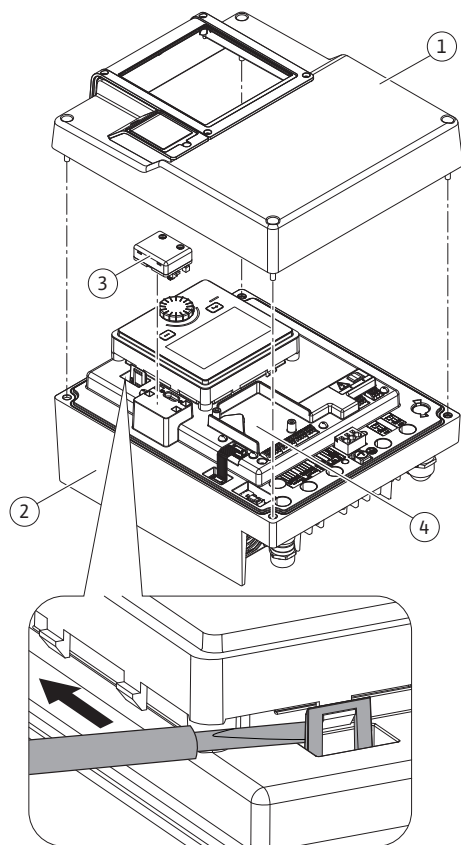
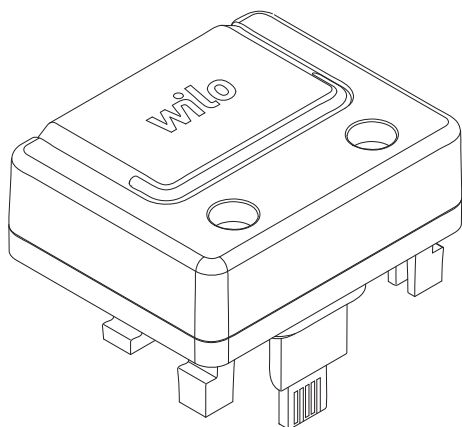

Fig. 30: Elektronikas modulis
Fig. 31: Wilo-Smart Connect modulis BT
1. Fiksācijas āķus (Fig. 30) uzmanīgi atveriet ar instrumentu (piem., skrūvgriezi).
Wilo-Smart Connect moduļa BT Bluetooth saskarne (Fig. 30, 3. poz. un Fig. 31) paredzēta savienojuma izveidei ar mobilajām galiekārtām, piemēram, ar viedtālruni vai planšeti. Lietotnē Wilo-Assistant ir pieejama funkcija Wilo-Smart Connect. Izmantojot funkciju Wilo-Smart Connect, sūkni var vadīt, iestatīt, kā arī nolasīt tā datus. Iestatījumus skatīt nodaļā „Ekspluatācijas uzsākšana“ [► 53].
1. Atskrūvējiet visas četras elektronikas moduļa augšdaļas skrūves (Fig. 30, 1. poz.; Fig. 1, 2. poz.).
3. Iespraidiet Wilo-Smart Connect moduli BT tam paredzētajā saskarnē Wilo-Connectivity Interface. Skat. Fig. 30, 3. poz.
CIF moduļi (piederumi) kalpo komunikācijai starp sūkņiem un ēku vadības tehniku. CIF moduļi tiek uzsprauti uz elektronikas moduļa (Fig. 30, 4. poz.).